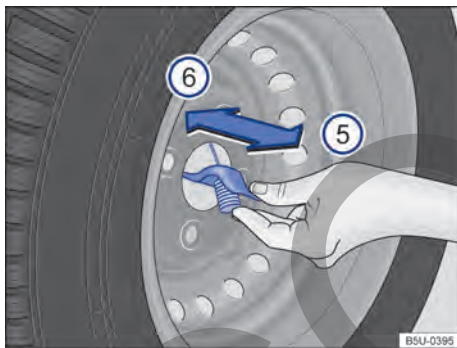

Fig. 211 En la rueda de emergencia: retirar el cable de la rueda de emergencia.
- Colocar la rueda de emergencia en posición vertical → fig. 211.
- Retirar el gancho del orificio central de la rueda, en el sentido de la flecha (6).
- Introducir el gancho por el orificio central de la rueda, en el sentido de la flecha → fig. 211 (5).